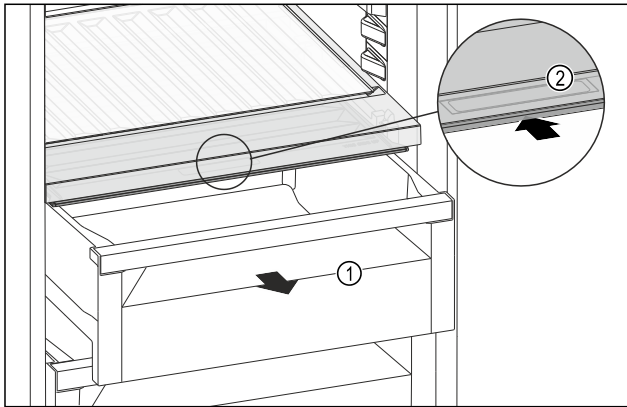

Fig. 220
- ▶ Húzza ki a fiókot Fig. 220 (1).
- ▶ Fogja meg a süllyesztett fogantyút Fig. 220 (2) a rekeszfedélen, és ezzel egy időben tolja hátra a rekeszfedélet.